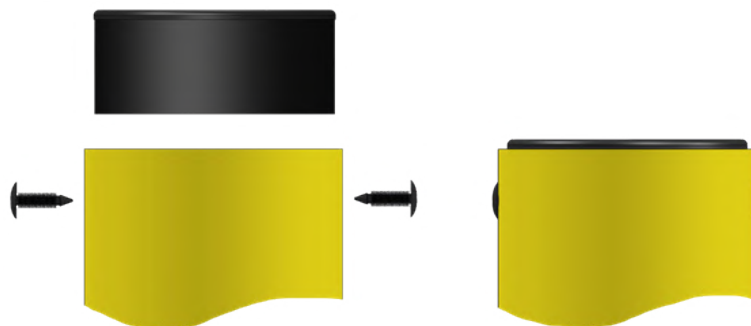
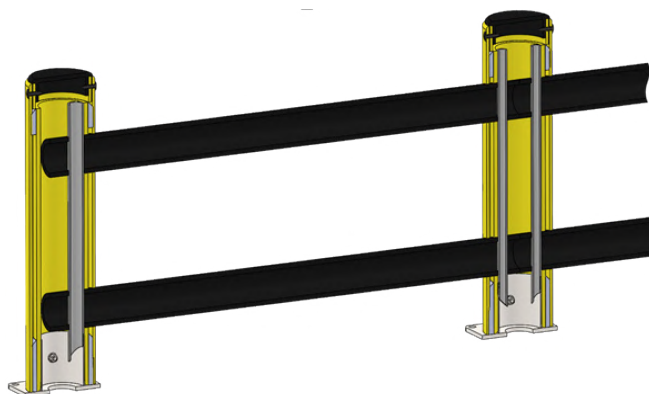

Рисунок 4. Установка крышек столбов.
Рисунок 5. Сечение правильно смонтированной секции барьера BVC140.
- Закрывать верхушки столбов крышками (рис. 4). Для понижения трения рекомендуется боковые стороны крышек смазывать мыльным раствором. После монтажа крышек их нужно закрепить фиксами (2 фикса на крышку). Для этого в плоскости симметрии барьера в столбе на расстоянии 20 мм от верхушки желтой трубы столба нужно просверлить сверлом отверстия 7 мм и забить в них фиксы (оси этих отверстий должны быть ориентированы в том же направлении, что и элементы секций). См. рис. 5.